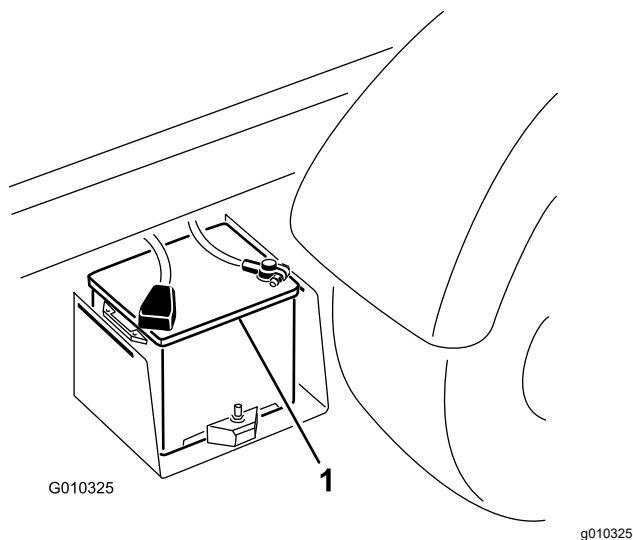

Figura 43
2. Ligue um cabo entre os pólos positivos das duas baterias (Figura 43).